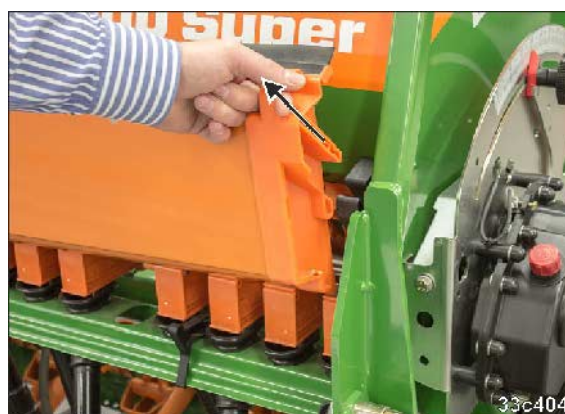

Fig. 233
1. Træk kalibreringsfordybningerne (Fig. 233) opad og ud af holderen.